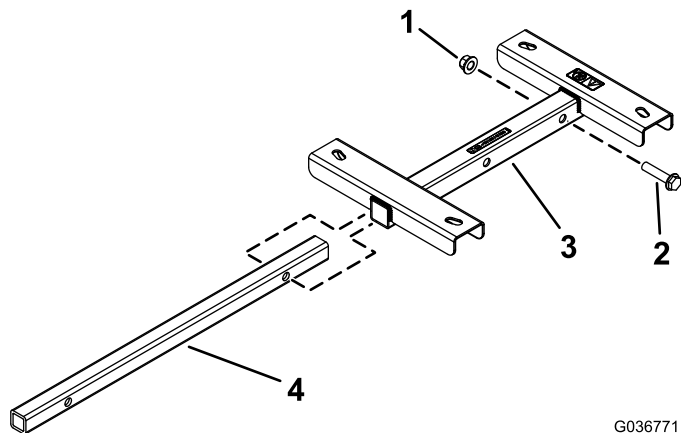

Figura 1
1. Inserite il supporto del tubo nel supporto per avvolgitubo fino a quando i fori nel supporto del tubo non sono allineati con i fori più distanti nel supporto per avvolgitubo (Figura 1).
2. Fissate il supporto del tubo al supporto per avvolgitubo con la vite a testa esagonale ( $\frac{1}{2}$ " x  $2\frac{1}{4}$ ") e il dado di bloccaggio ( $\frac{1}{2}$ " ) come illustrato nella Figura 1.